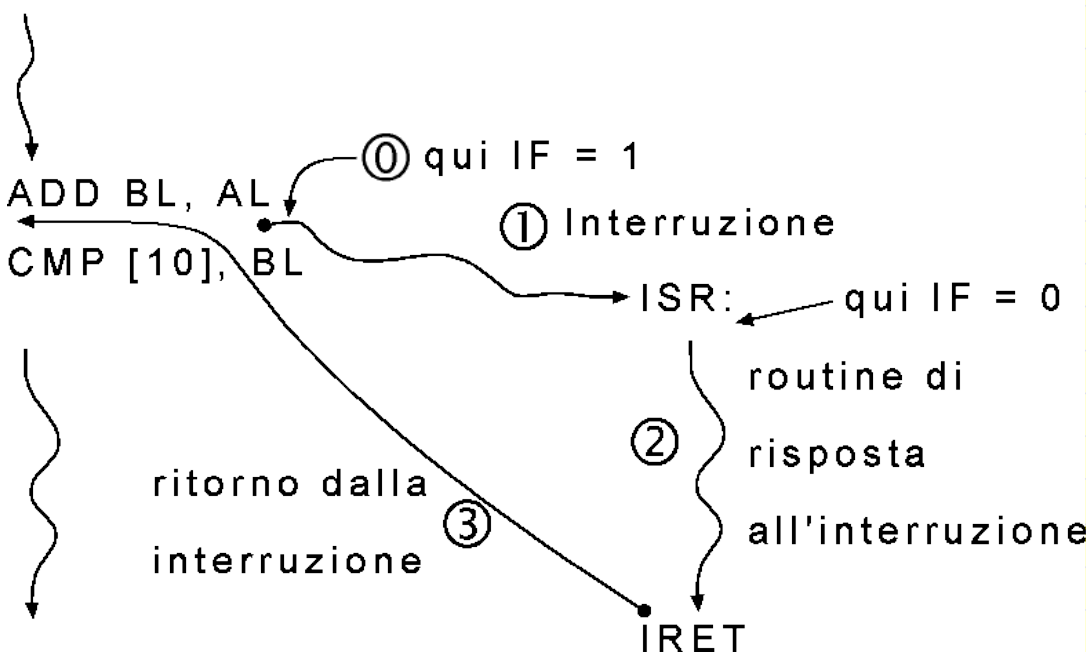

Figura 8: interruzione del programma e salto alla ISR
Come indicato anche dalla Figura 8, la CPU deve avere un'istruzione che indichi la conclusione della ISR. In Figura 8 (punto (2)) è indicato il mnemonico delle CPU X86, `IRET` (**I**nterrupt **R**eturn). Le ragioni per cui l'istruzione `IRET` è diversa da una normale `RET` saranno chiare più avanti.
Quando la linea INTR, controllata dal dispositivo, si alza, la CPU esegue una sequenza automatica che deve saltare al codice della ISR (Figura 8, punto (1)). Ciò naturalmente a patto che $IF = 1$ (Figura 8, punto (0)), altrimenti prosegue.
Una cosa molto importante da notare è che il programma interrotto deve poter riprendere come se nulla fosse successo. Innanzitutto deve tornare all'istruzione successiva a quella ove è avvenuta l'interruzione (punto (3) di Figura 8). Per ricordarne l'indirizzo bisogna che la CPU lo salvi nello stack prima del salto. Si noti che questo deve essere fatto necessariamente dalla CPU, perché il programmatore non può sapere quando scatta un interrupt. Dunque la sequenza di interruzione deve fare ciò che fa ogni chiamata a procedura: salvare nello stack il contenuto corrente del Program Counter, in modo che la successiva istruzione di ritorno possa tornare all'istruzione giusta leggendo l'indirizzo nello stack.